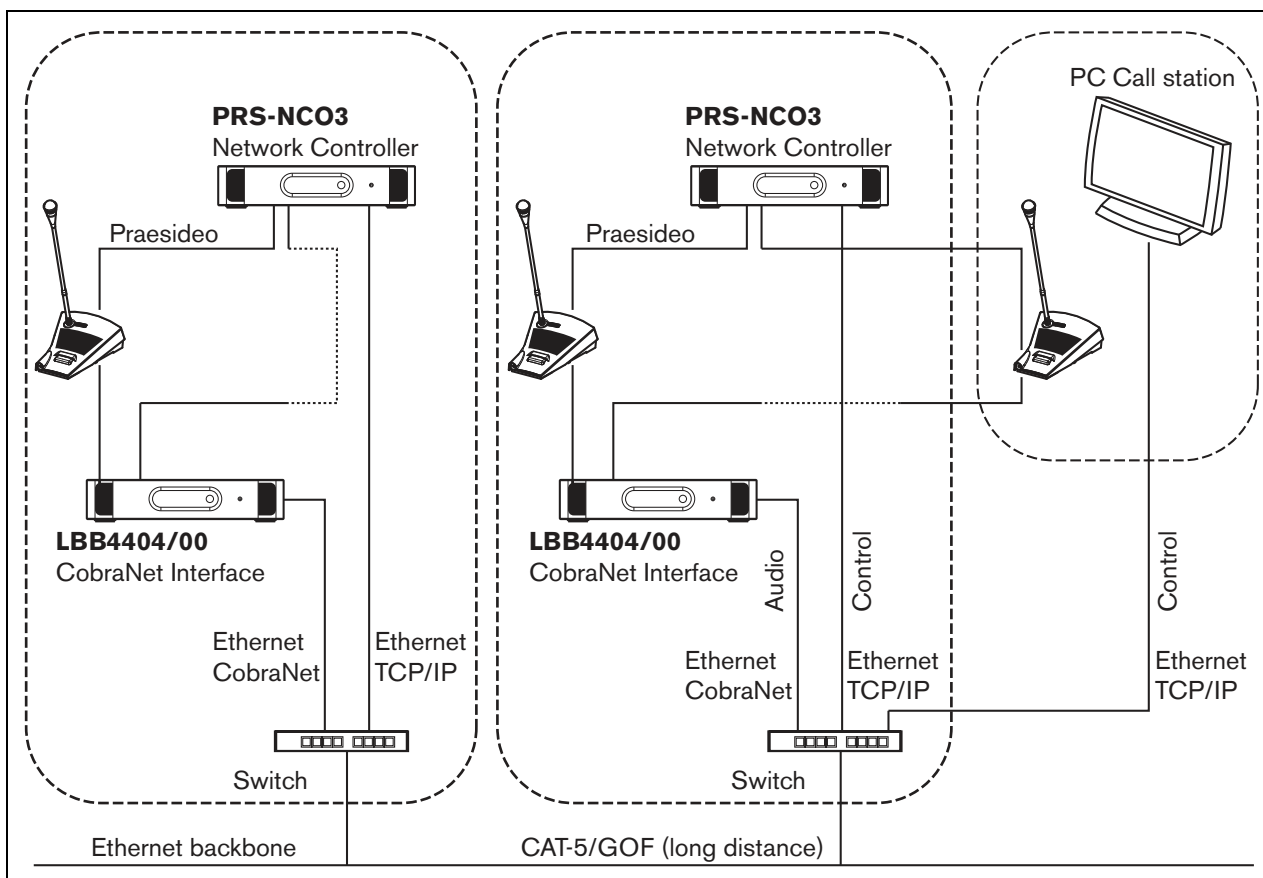

рисунок 33.4: Системы коммуникации
- Присоединение систем Praesideo (см. пример на рисунок 33.4).